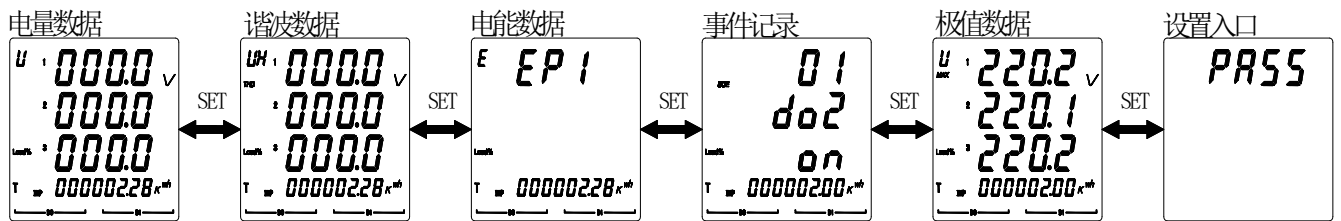

图 19
5.2.3 查看 PZ72L/80L/96L 的各类电量参数的步骤如图 19、20 所示